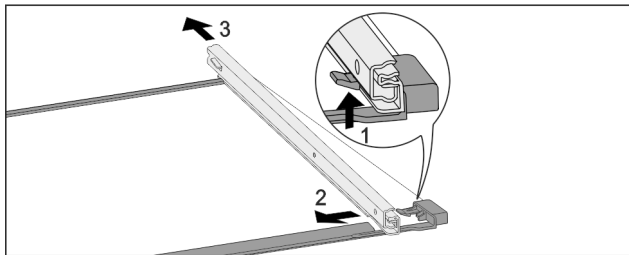

Fig. 173 Ripiano in vetro con guide
- Premere il gancio di fermo anteriore verso l'alto. Fig. 173 (1)
- Far scorrere la guida estraibile di lato Fig. 173 (2) e verso il lato posteriore Fig. 173 (3).